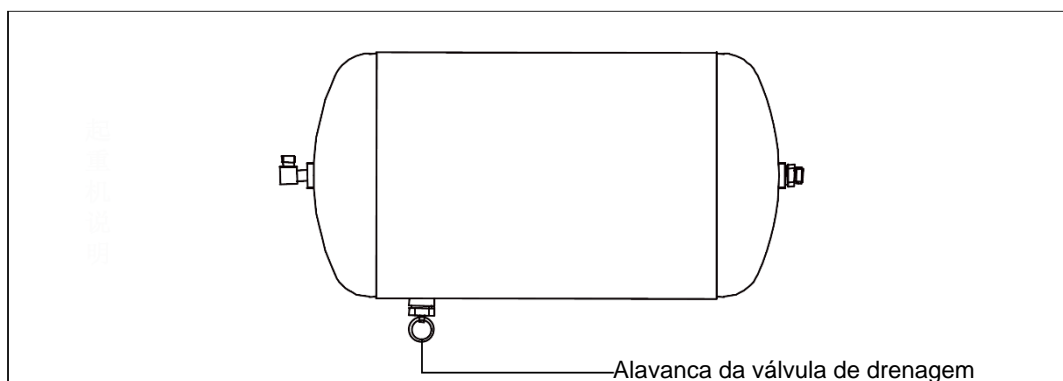

Figura 3-41 Reservatório de ar
- 2) Examine o reservatório de ar quanto à condensação (drene a água conforme necessário). Consulte a figura 3-41.